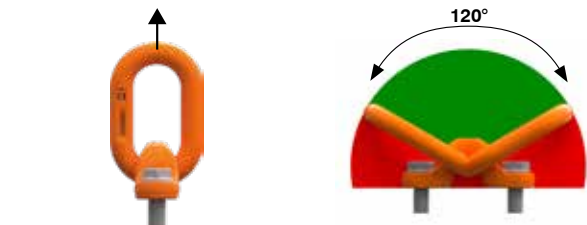

Bild 1: erlaubte Belastungsrichtungen die bei bestimmungsgemäßem Gebrauch auftreten können.
Belastung: Die Belastung darf nur in der vorgegebenen Richtung (Bild 1) mit der maximalen Tragfähigkeit lt. Tabelle 1 und unter Berücksichtigung der hier angegebenen Einsatzbedingungen erfolgen.
- Zugrichtung nicht im vorgegebenen Bereich lt. Bild 1 liegt.